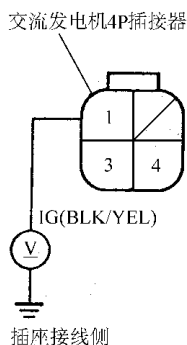

图 9-39 测量 1 号端子和车身接地之间的电压值
9) 如图 9-39 所示，测量交流发电机 4P 插接器的 1 号端子和车身接地之间的电压。